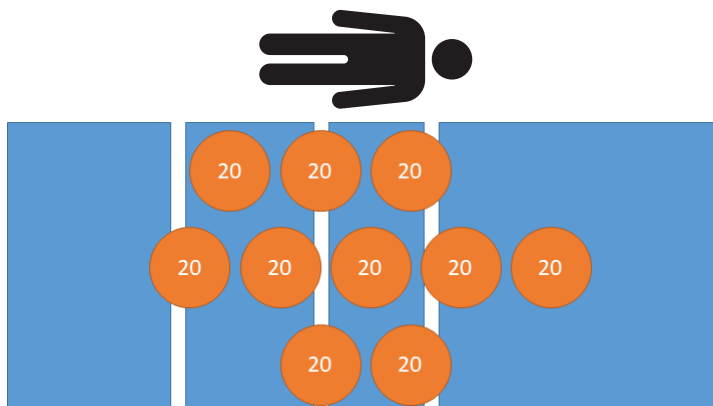

Figura 25 – Prueba de repetibilidad - 200 kg
1. Con ayuda de pesos calibrados, coloque 200 kg en el producto (Figura 25).